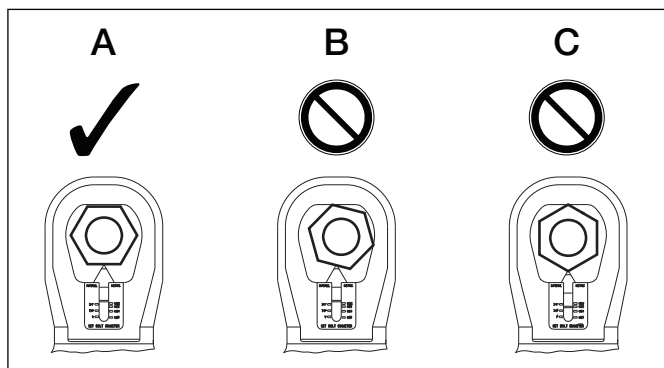

Figura 8, Posicionando a Cabeça de Corte
6. Posicione a cabeça de corte sobre a porca, garantindo que a superfície plana da lâmina repouse contra uma das bases planas da porca. Centralmente posicione a porca dentro da cabeça, de forma que a lâmina irá cortar no centro da base plana. Ver Figura 8, vista “A”.